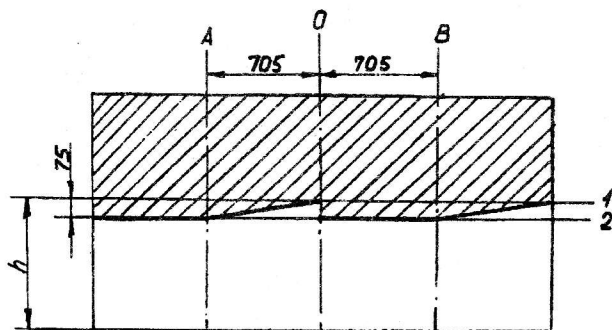

Рис. 264. Разметка экрана для регулировки света фар:
Регулировку света прямоугольных фар производите при помощи экрана, размеченного согласно рис. 264.
2. Нанесите на экран (рис. 264):